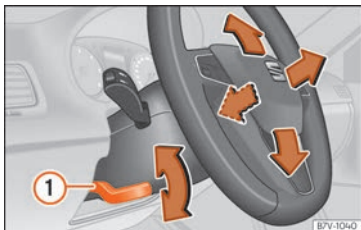

Abb. 5 Hebel auf der linken unteren Seite der Lenksäule.
- Ziehen Sie den Hebel » Abb. 5 ① nach unten, bringen Sie das Lenkrad in die gewünschte Position und schieben Sie den Hebel wieder nach oben, bis er seine Verriegelungsposition erreicht.
- Den Hebel » Abb. 5 ① nach dem Einstellen immer fest nach oben schwenken, damit das Lenkrad während der Fahrt nicht unbeabsichtigt seine Position verändert.